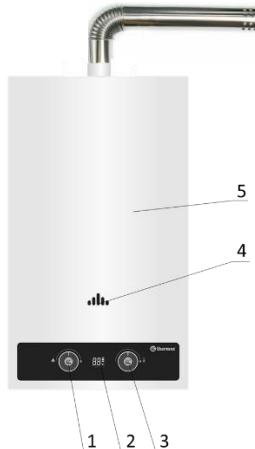

Рисунок 4
Составные части изделия, поясняющие принцип устройства ГПВН и требующие технического обслуживания во время эксплуатации, показаны на Рис. 4.
2.5.6 Устройство ГПВН с принудительным отводом выхлопных газов и назначение основных узлов (Рис. 4, 5)